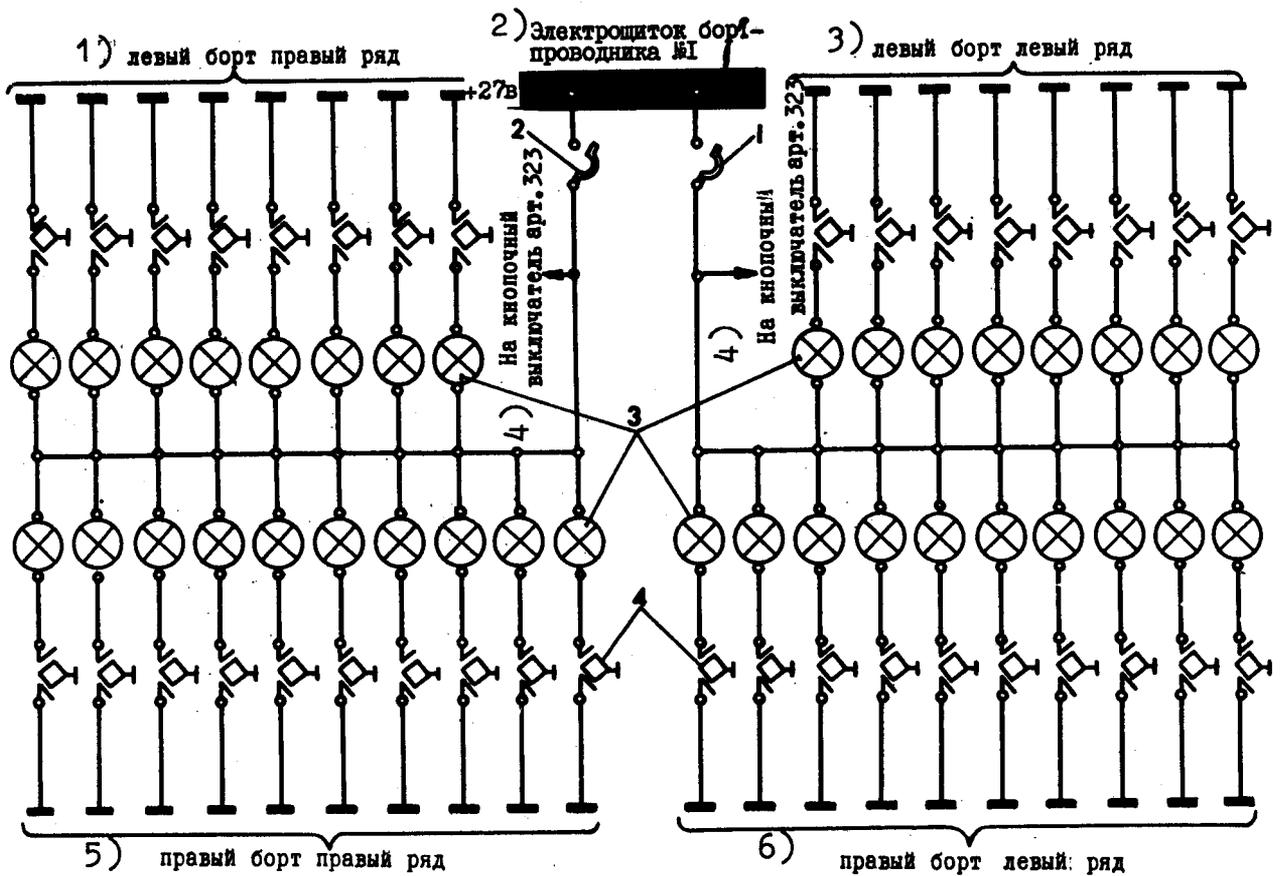

Abb. 1 Prinzipschaltung der individuellen Beleuchtung der Passagierplätze
Neben der allgemeinen Beleuchtung der Fluggasträume ist eine individuelle Beleuchtung für alle Passagiersitze vorhanden. Die individuelle Beleuchtung besteht aus einem kugelförmigen Plastgehäuse mit Aufsatz, in dem eine Linse angebracht ist. Im Gehäuse der Leuchte befindet sich eine Glühlampe SM28-5 (3), Abb. 1, Die individuellen Leuchten werden mit Knopfschaltern (4) eingeschaltet. Die individuellen Leuchten und ihre Knopfschalter sind an Montageplatten in den Gepäckfächern angebracht.
In jeder Sitzbankleuchte befindet sich eine U-Leuchtstofflampe mit Schnellzündung und Weißlicht von 8 W Leistung vom Typ LBU-8BP. Die Sitzbankleuchten werden mit Knopfschalter, Art. 323 (6, 8) eingeschaltet, die sich direkt an den Leuchten befinden. Abgesichert werden die Stromkreise der Lampen LBU-8BP mit Sicherungen SP-1 in Glasröhrchen, die an der Drosselplatte angebracht sind, welche am Gerippe unterhalb der abklappbaren Fensterplatte befestigt ist. Die Zündstromkreise der Lampen LBU-8BP werden von den Sicherungsautomaten ASS-10 (1, 2), Abb. 1, der individuellen Beleuchtung der Passagiersitze gespeist.